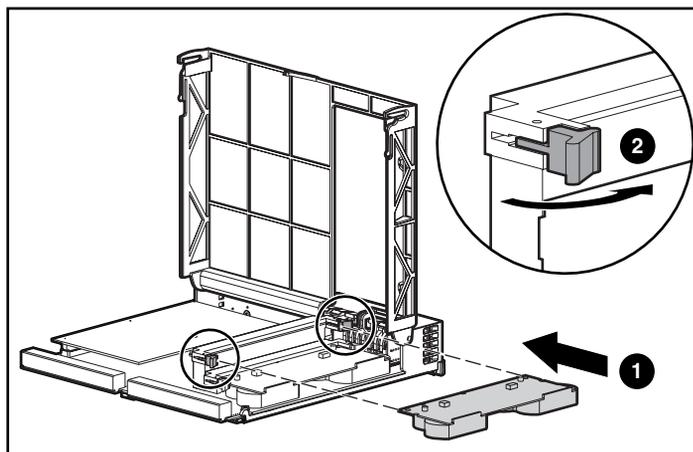

Figura 4: Instalación del módulo de memoria caché
6. Instale la nueva memoria caché del Controlador MSA1000 insertándola en el Controlador ❶. Asegúrese de que los pestillos laterales enganchan perfectamente ❷. Consulte la Figura 4.